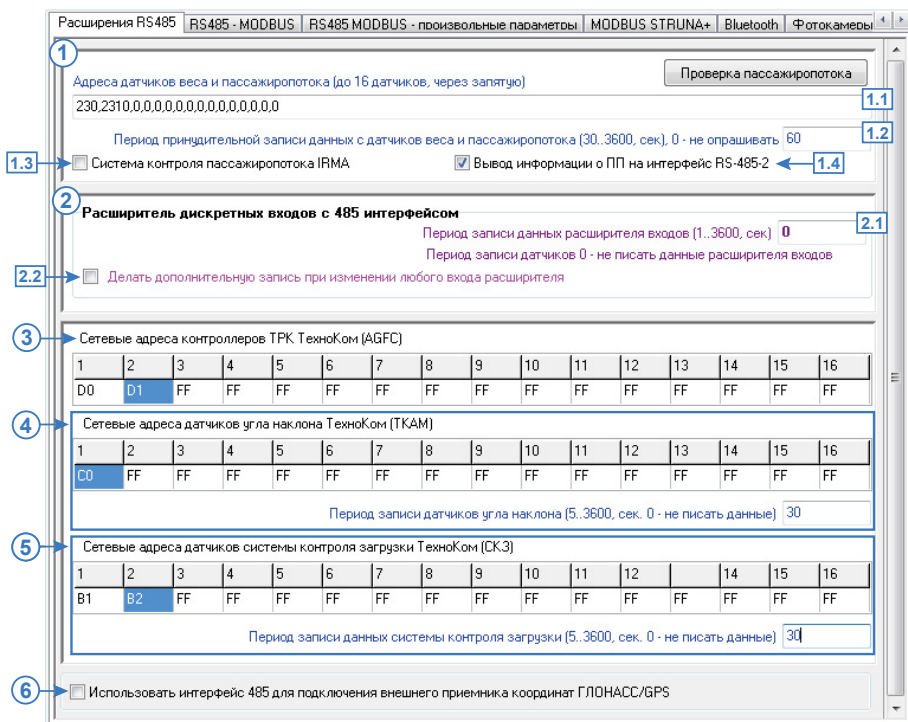

Рис.39. Вкладка «Расширения RS-485».
- В поле «Адреса датчиков веса и пассажиропотока» (Рис.39, п.1.1) ввести адресов подключаемых датчиков. Адреса нужно вводить через запятую, возможные значения – от 230 до 245. К прибору «АвтоГРАФ» может быть подключено до 16 датчиков веса и пассажиропотока.
(Рис.39, п.1.2) ввести интервал времени, с которым будут опрашиваться датчики веса и пассажиропотока. Диапазон значений периода – 30...3600, 0 – не опрашивать датчики.
- **Опция «Система контроля пассажиропотока IRMA» (Рис.39, п.1.3)** – разрешает подключение к прибору системы контроля пассажиропотока IRMA. Прибор поддерживает работу с системами IRMA Basic, IRMA Advanced, IRMA 3D, подключаемыми по двухпроводному интерфейсу RS-485 по протоколу IBIS. При подключении системы IRMA совместная работа прибора с другими устройствами по RS-485 невозможна.
**Опция «Вывод информации о ПП на интерфейс RS-485-2» (Рис.39, п.1.4)** – разрешает передачу данных о пассажиропотоке внешнему устройству по интерфейсу RS-485-2.